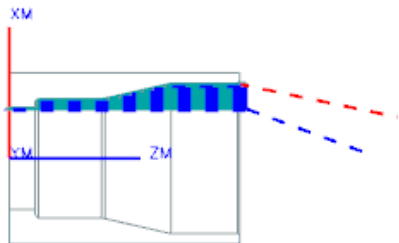

图 7.4.17 刀路轨迹
Step1. 单击“粗镗 ID”对话框中的“生成”按钮 , 生成的刀路轨迹如图 7.4.17 所示。